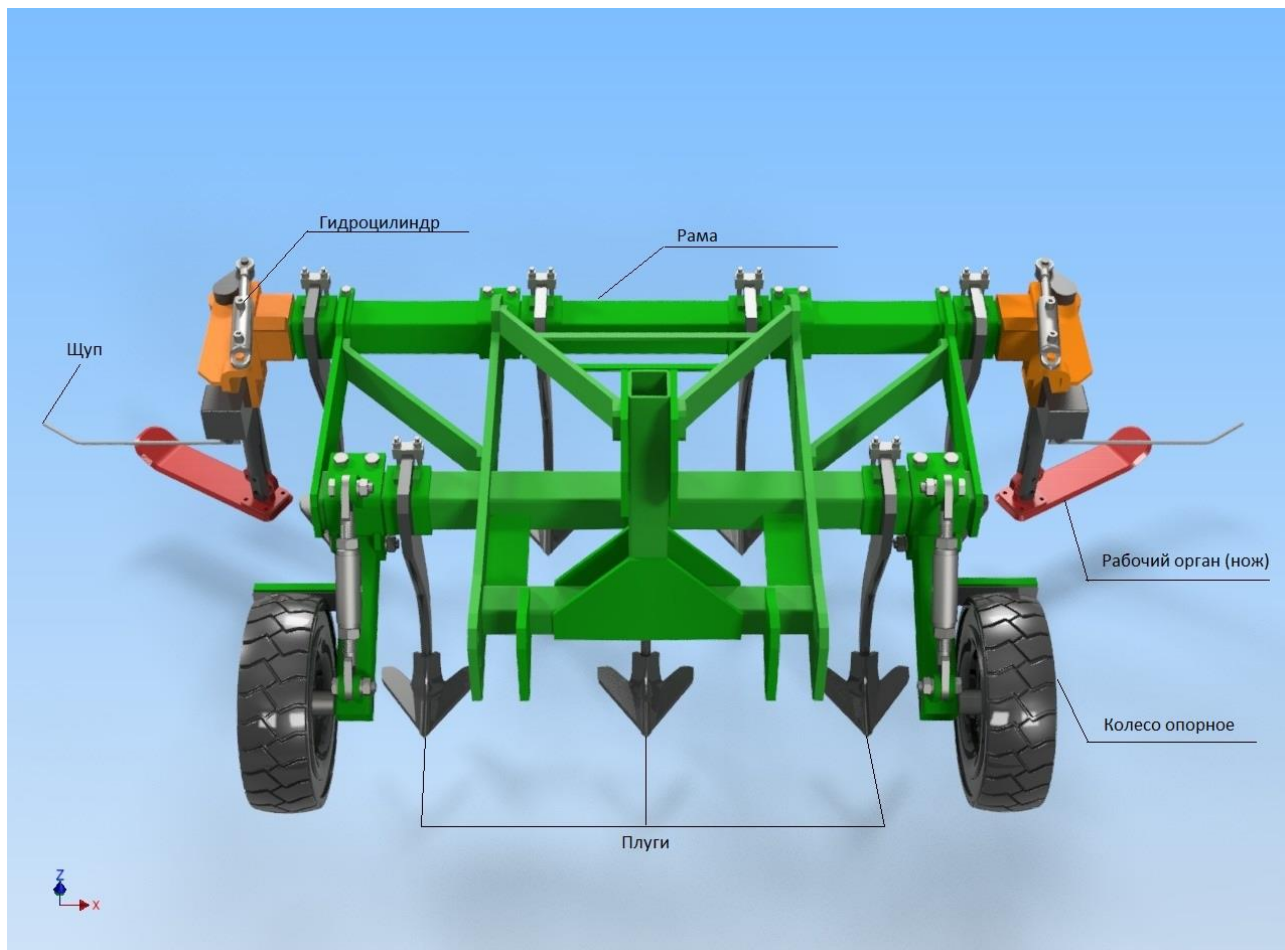

Рисунок 1. Культиватор навесной виноградниковый ЛУЧ-КМН-2000.
2.2 Культиватор состоит из следующих основных частей (рисунок 1):